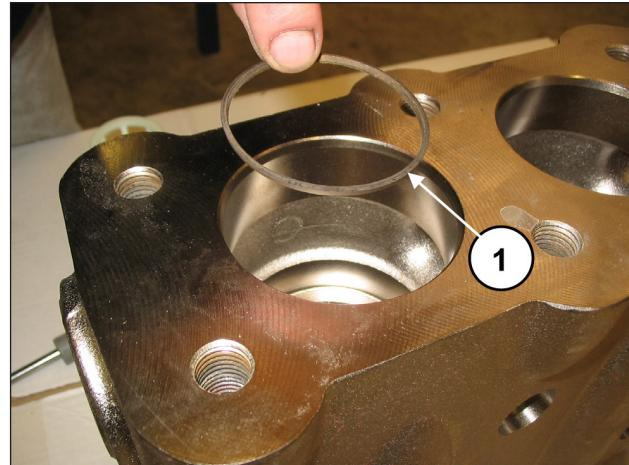

Fig. 119
Introducir la anilla antiextrusión, pos. dibujo desglosado 4 (pos. ①, Fig. 119).